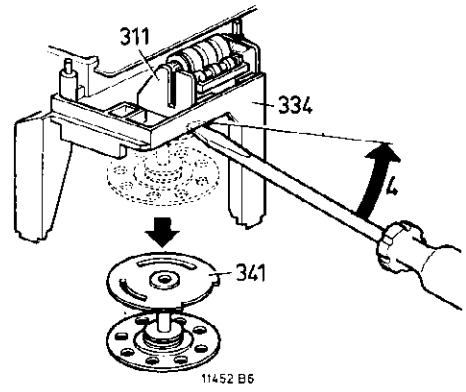

Fig. 4
- Soulever légèrement à l'aide d'un tournevis le volant du compteur 341 de l'axe du compteur (fig. 4).